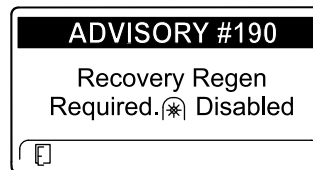

Рисунок 86
- Требуется восстановительная регенерация — вал отбора мощности выключен, ИНФОРМАЦИОННОЕ СООБЩЕНИЕ № 190 (Рисунок 86)